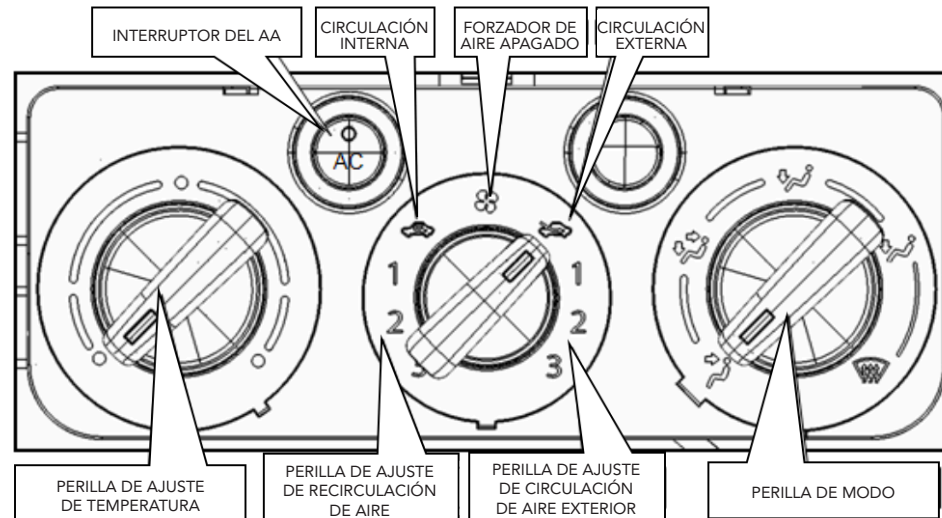

Figura 3.1.1.22
d. Panel de control del A/A (ver Figura 3.1.1.22)